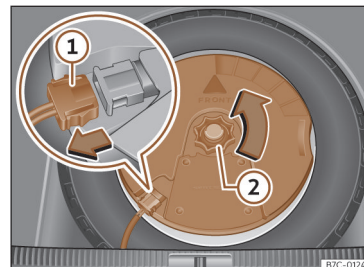

Fig. 224 Na bagageira: desmontar o subwoofer.
- Desligue o cabo do altifalante *subwoofer* »» Fig. 224 ①.
- Rode a rodinha de fixação no sentido contrário ao dos ponteiros do relógio»» Fig. 224 ②.